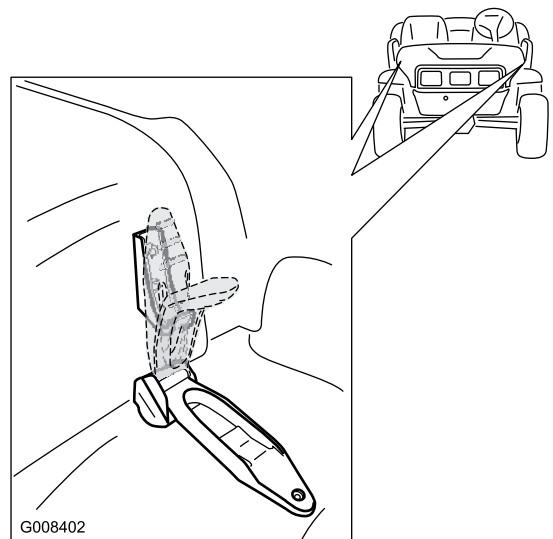

Figure 21
1. Desserrez les sangles en caoutchouc de chaque côté du capot (Figure 21).